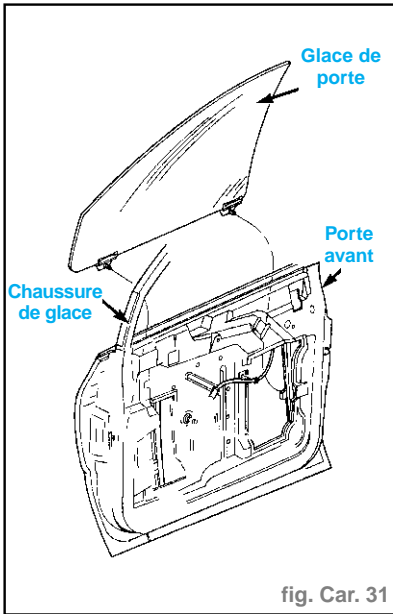

fig. Car. 31
- Lever la glace et l'extraire par l'extérieur de l'ouverture, au sommet de la porte (fig. Car. 31).